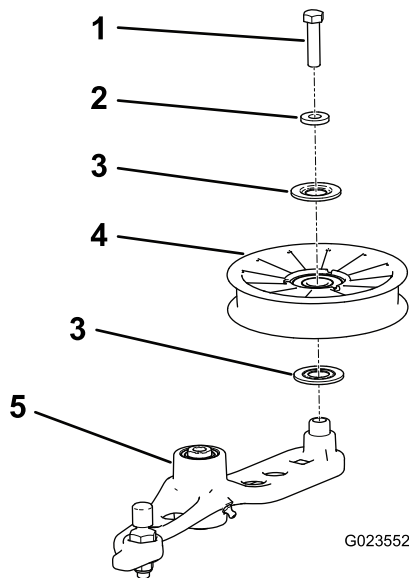

図 59
6. 古いテンショナプーリをテンショナアームに固定しているボルトを外して新しいプーリを取り付ける 図 59。